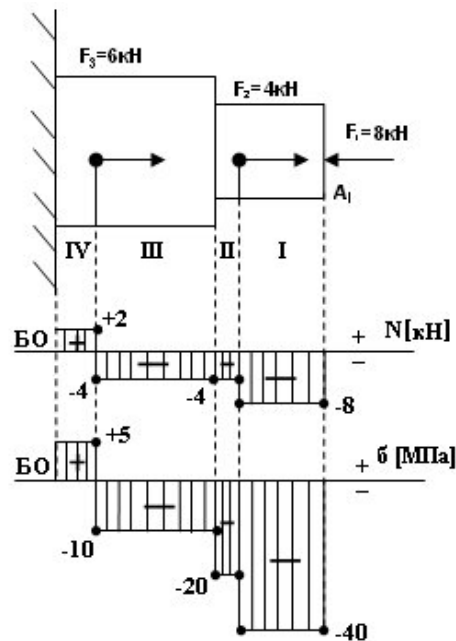

Рисунок 3. Эпюры поперечных сил и напряжений
3. Строим эпюры продольных сил и напряжений (рисунок 3)